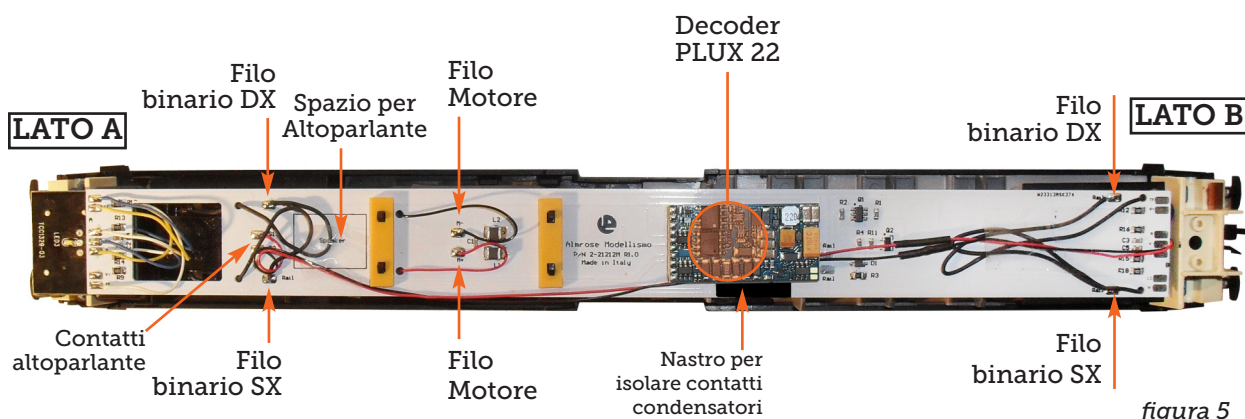

figura 5
4. Prima di posizionare il nuovo PCB saldare i condensatori elettrolitici in dotazione posizionandoli sotto il PCB come in fig. 4. Attenzione a rispettare la polarità indicata dalla serigrafia C+ (positivo) C- (Negativo). La polarità del condensatore è indicata dal segno - serigrafato sul lato del condensatore mentre il positivo è identificato dal piedino più lungo. Tagliare i piedini in eccesso a raso della saldatura. Coprire con un pezzetto di nastro isolante le piazzole dei condensatori per evitare un eventuale contatto con l'installazione di un decoder facendo riferimento alla figura 5.
6. Saldare i fili provenienti dalle prese di corrente dei carrelli sulle piazzole contrassegnate dalla scritta "Rail" e i fili del motore sulle piazzole contrassegnate dalla scritta "M" facendo riferimento alla figura 5.